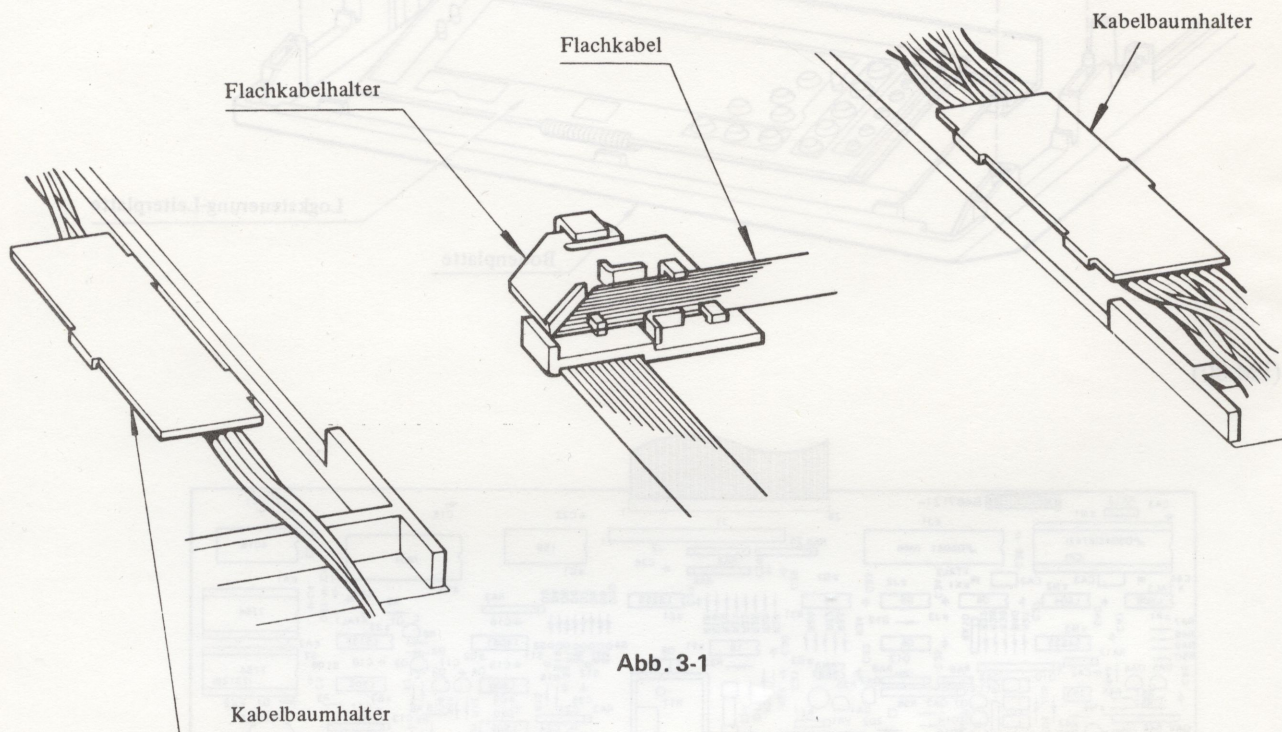

Abb. 3-1
- (1) Die obere Abdeckung ausbauen, wie es unter "Obere Abdeckung (Deckel)" in Abschnitt 4.1 beschrieben ist.
- (2) Die Tastatur und die Steuerlogik-Leiterplatte ausbauen, wie es unter "Tastatur und Steuerlogik-Leiterplatte" in Abschnitt 4.2 beschrieben ist.
- (3) Die Kabelbaumhalter an den linken und rechten Ecken der Bodenplatte entfernen. Das Flachkabel aus dem Flachkabelhalter in der Mitte der Bodenplatte lösen (siehe Abb. 3.1).